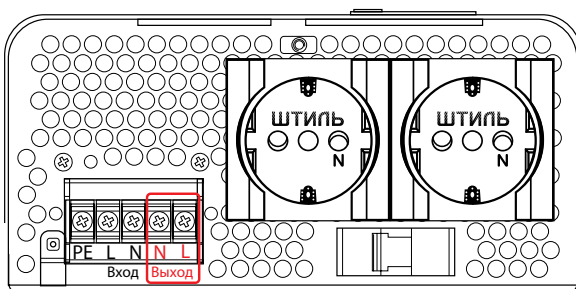

Рисунок 15. Стабилизатор ШТИЛЬ IS2500, IS3000 и IS3500. Выводы «Выход N-L»
8. Убедившись в отсутствии напряжения на выходе стабилизатора, подключить нагрузку. Подключение нагрузки осуществляется у моделей IS350, IS550, IS1000, IS1500 и IS2000 к розеткам, у моделей IS2500, IS3000 и IS3500 к розеткам и к выводам «Выход N-L» (**рисунок 15**). Рекомендованное сечение кабеля для подключения нагрузки к выводам «Выход N-L» – 2,5 мм².